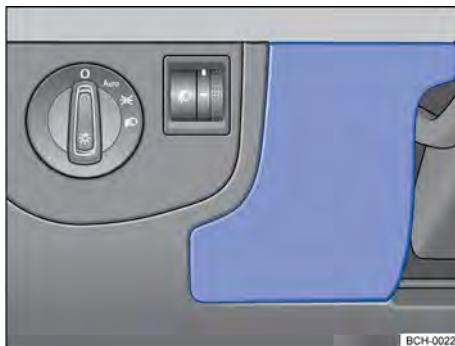

Fig. 169 No lado do condutor do painel de instrumentos: cobertura da caixa de fusíveis.
- Segurar a cobertura da caixa de fusíveis → Fig. 169 e puxar para frente.